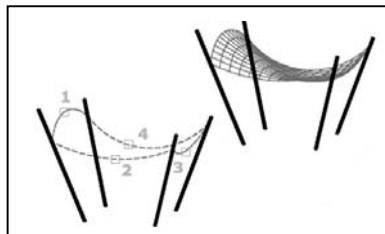

Рис. 3.12. Порядок выбора кромок
1. Выбрать четыре соседние кромки, определяющие сеть. Кромками могут быть линии, дуги, сплайны или разомкнутые полилинии. Кромки должны смыкаться в конечных точках и образовывать один замкнутый контур (рис. 3.12). Их можно выбирать в произвольном порядке.